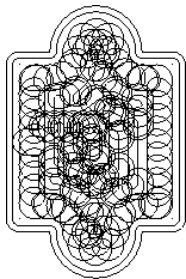

图 9-33 高速切削
- 高速切削：依据边界轮廓的外形产生刀具路径，当挖槽全部刀具路径或刀具满刀切削时，系统自动采用摆动式进行加工，以减小切削力，如图 9-33 所示。